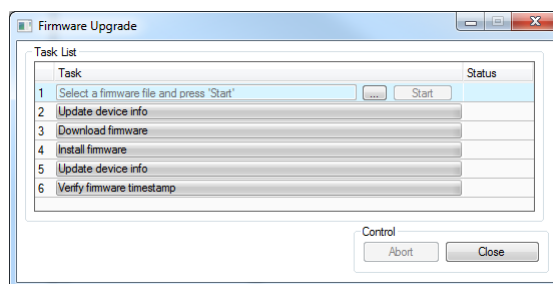

Abbildung 100: Firmware-Update-Dialog des Configurators
6. Dies öffnet den Firmware-Update-Dialog wie in Abbildung 100 gezeigt. Klicken Sie auf die Schaltfläche  und selektieren Sie das Firmware-Image.